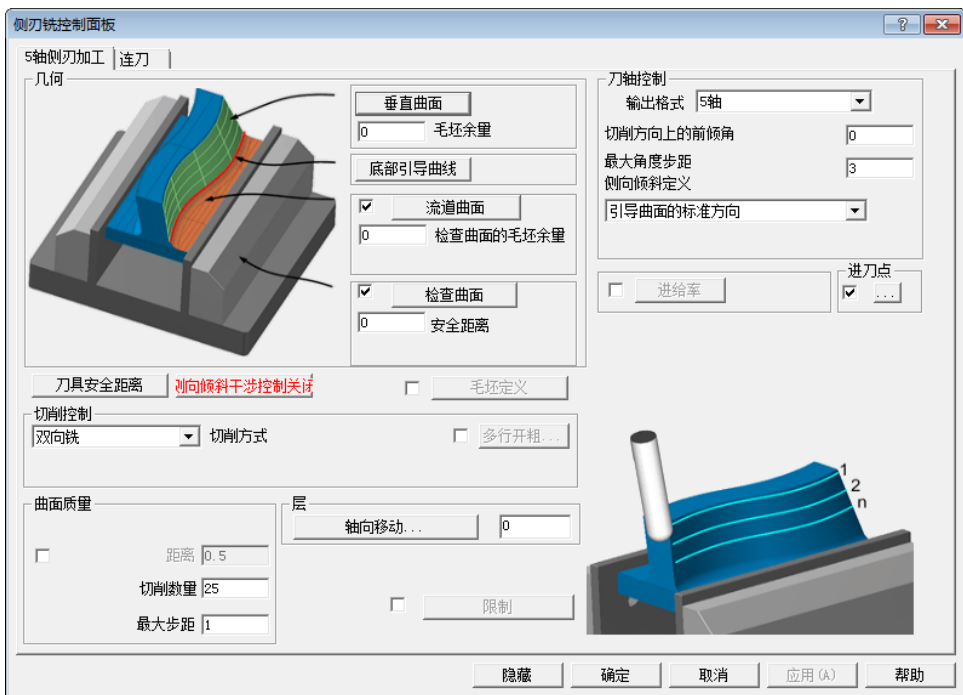

图 5-97 “侧刃铣控制面板”对话框 (2)
3) 单击“刀路轨迹”后的“进入”按钮,弹出“侧刃铣控制面板”对话框(2),设置参数如图 5-97 所示。